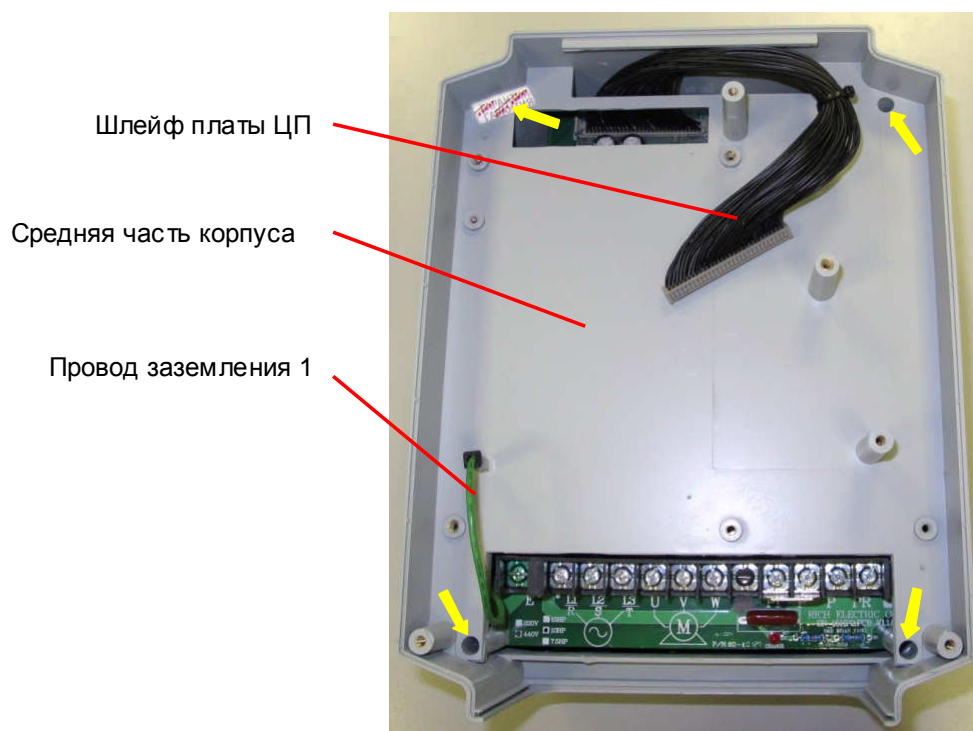

Рис. 6.7
6.5.1. Выкрутить четыре винта (рис. 6.7, желтые стрелки), демонтировать среднюю часть корпуса. Положить среднюю часть корпуса и винты в тару.